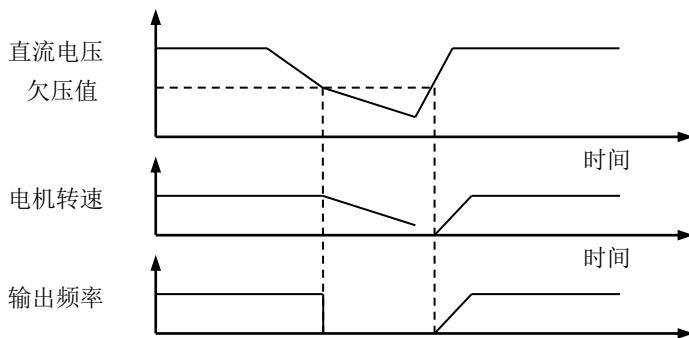

图 6-16 电恢复时频率从零起动
- 1: 复电后, 当驱动器检测到直流母线电压高于欠压保护值后, 输出频率将从 0Hz 加速到设定频率。如图 6-16 所示。